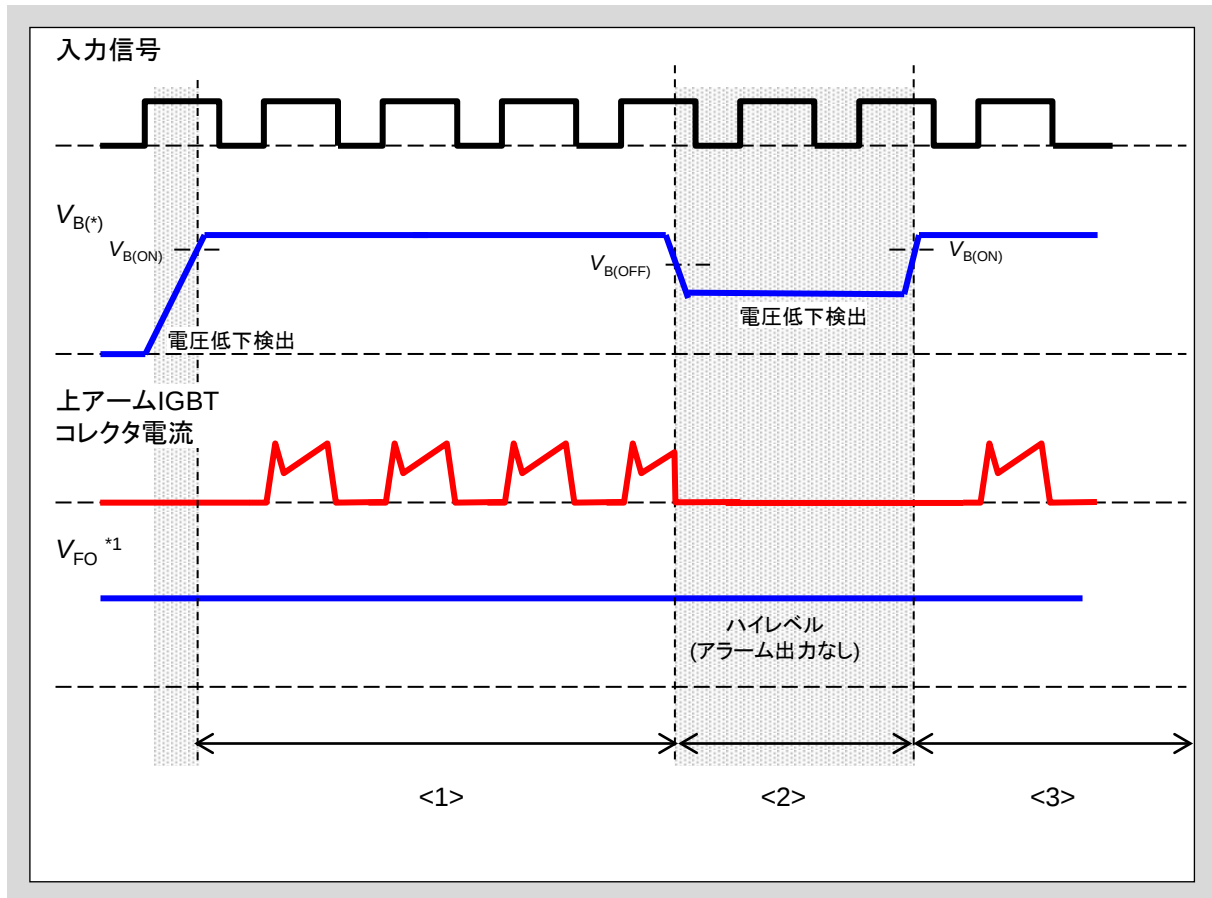

図3-5 $V_{B(*)}$ 低入力電圧保護動作のシーケンス(ハイスайд)
- 図3-5に $V_{B(*)}$ の低入力電圧保護動作のシーケンスを示します。